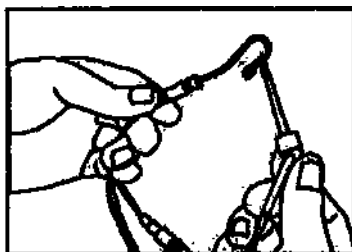

Рисунок 18
-) Загубник должен касаться изогнутого провода держателя файла (см. Рисунок 17), для подтверждения исправности на ЖК-дисплее отображается значение «-3» (см. Рисунок 18, в), в противном случае – держатель файла или измерительный провод повреждены и должны быть заменены.
-) На ЖК дисплее отображается **передняя область** апикального отверстия. Перейдите к области, выделенной белым цветом (см. Рисунок 18, а).
-) Эндо-файл файл находится в **положении** возле апикального отверстия, когда высвечиваются оранжевые строки (см. Рисунок 18, б).
-) Эндо-файл файл достиг **вершины** апикального отверстия, когда отображается красный маячок OVER и издаётся **всперывный** звуковой сигнал (см. Рисунок 18, в).